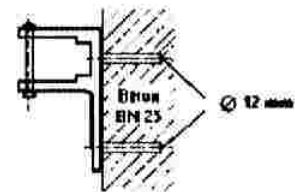

Bild 2a Wandmontage
4. Die Befestigungslöcher der linken oder rechten Konsole anzeichnen, dazu die Konsole als Schablone benutzen und mit einem **12 mm-Steinbohrer ca. 115 mm tief bohren.** (Bild 2a und 2b).
8. Die Markise in die Konsolen hängen, seitlich ausrichten und gegen Herausfallen durch Einsetzen und Anziehen der Sicherungsschrauben an den Konsolen sichern. (Bild 2a 2b)